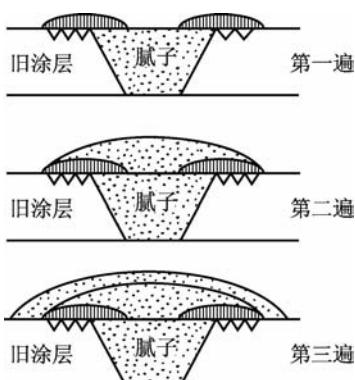

图8-67 中涂底漆喷涂
②中涂底漆的喷涂黏度随厂家而不同。采用4号福特杯时,硝基类中涂底漆的黏度以16~20 s为宜,丙烯酸类中涂底漆的黏度以13~15 s为宜。
③喷枪应选用底漆专用喷枪。喷涂之前,应再次确认被涂装表面是否清洁,喷涂压力、喷枪距离、喷枪的移动速度、喷幅和喷涂流量等参数,根据涂装面积大小和工作环境的综合因素来调整。
④喷涂时,先在修补涂层边缘交接部位薄薄喷涂,使旧涂层与腻子的交界面溶合。待其稍微干燥之后,接着给整个腻子表面薄薄喷一层,喷涂后形成的表面应平整光滑。此时,应选取适当的时间间隔分几次薄薄地喷涂,如果单次喷涂过厚,溶剂不容易挥发,影响干燥速度。一般要喷2~3遍,如图8-67所示。